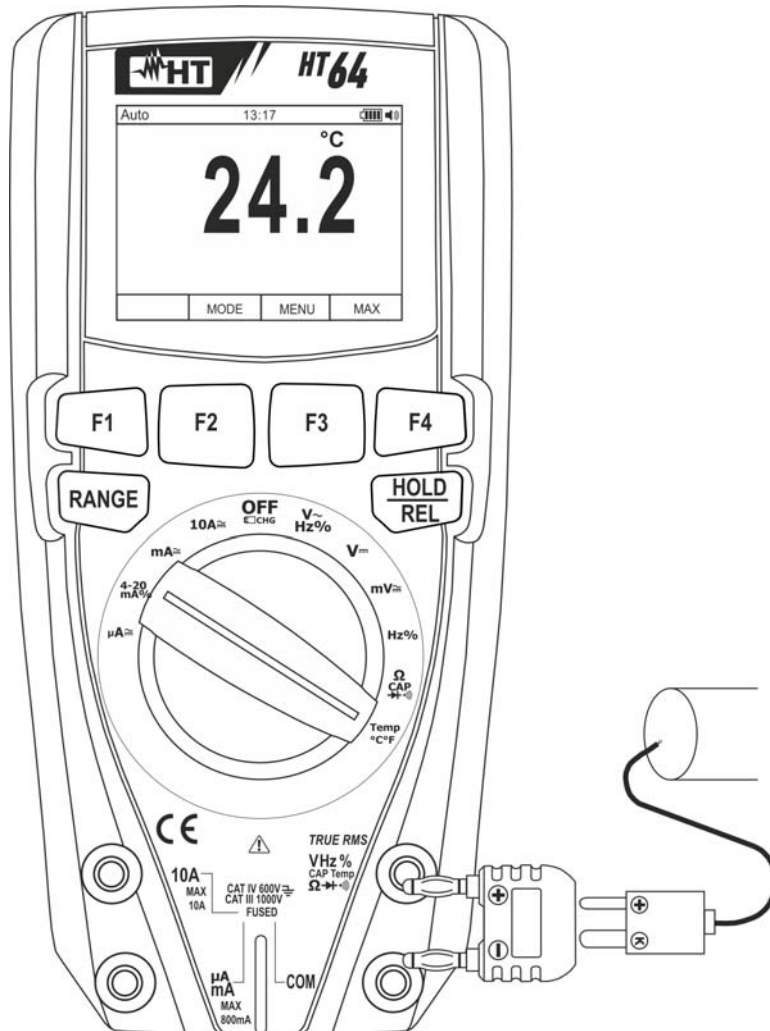

Fig. 28: Utilisation de l'instrument pour la mesure de la Température
3. Insérer l'adaptateur fourni dans les bornes d'entrée **VHz%CAPTempΩ** (polarité +) et **COM** (polarité -) (voir Fig. 28)